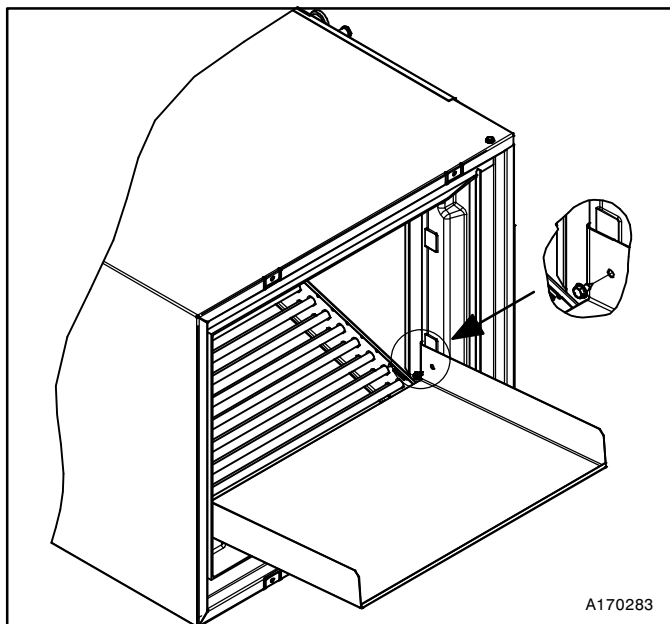

Figure 7 – Vis de montage pour extension du bac d'évacuation des condensats
7. Installez l'extension du bac d'évacuation des condensats inclus et les vis pour deux coins comme illustré à la **Figure 7.**